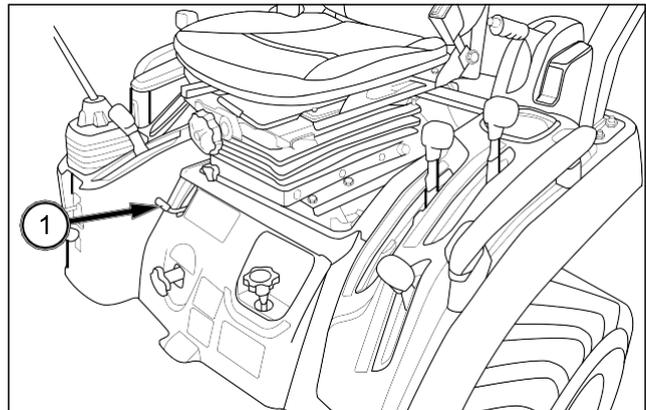

FIG. 3-15
FIG. 3-15: La palanca de control (1) embraga y desembraga el accionamiento del eje delantero. Cuando la palanca está hacia adelante, el eje delantero está embragado y las cuatro ruedas son motrices. Cuando la palanca está hacia atrás, el eje delantero (4WD) está desembragado.